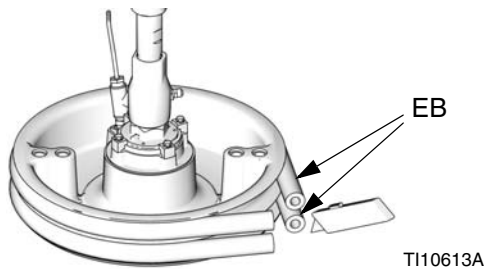

FIG. 15
1. Para sustituir unos rascadores desgastados o dañados (EB), levante el plato seguidor hasta fuera del bidón. Retire el bidón de la base. Limpie el de líquido el plato seguidor.
2. Corte los rascadores superior e inferior con una cuchilla y retírelos del plato seguidor. Vea FIG. 15.